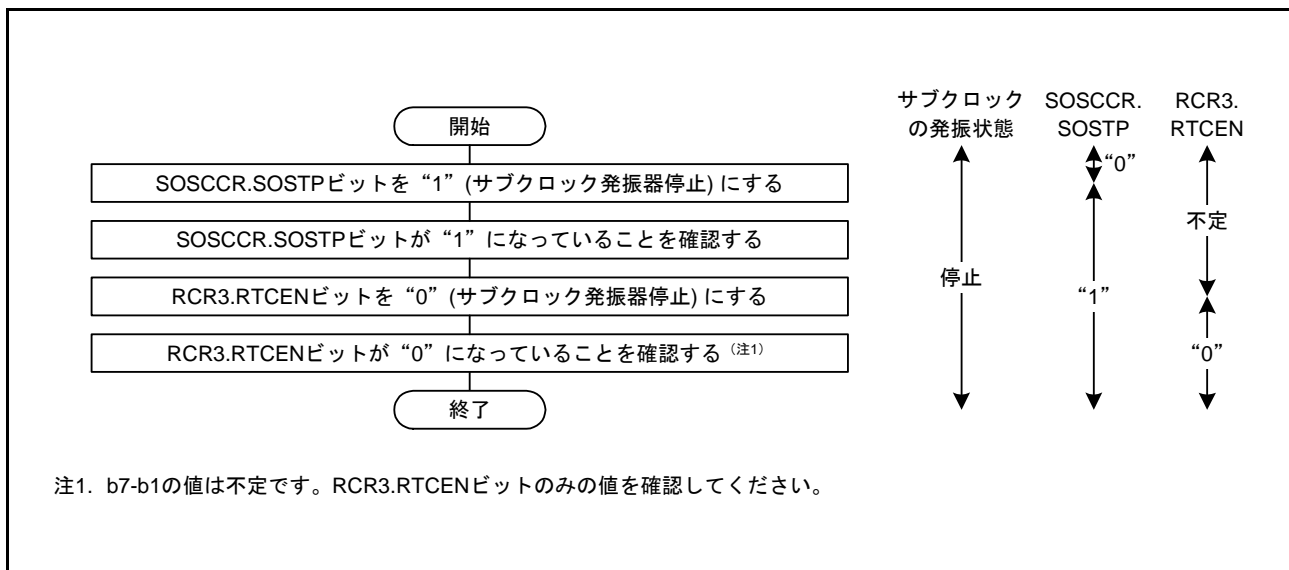

図 9.12 サブクロックを使用しない場合の初期化フローチャート例
- サブクロックを使用しない場合は、図 9.12 のフローチャートの例に従って初期設定してください。